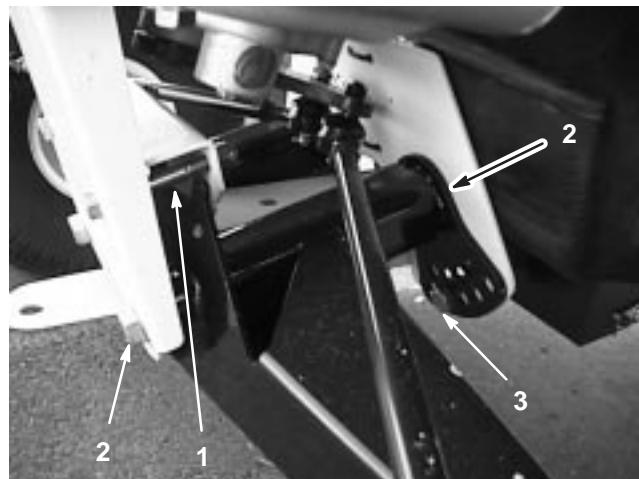

Bild 25
2. Entfernen Sie die Anschlagschraube (Bild 25).
3. Lockern Sie die Zentrierschrauben im vorderen A-Arm (Bild 25).
4. Entfernen Sie die Fahrhöhe-Einstellschraube (Bild 25).
5. Drehen Sie den vorderen A-Arm in die gewünschte Stellung (siehe die nachstehenden Hinweise) und schrauben die Fahrhöhe-Einstellschraube wieder ein (Bild 25).
7. Setzen Sie die Anschlagschraube (Bild 25) wieder ein.